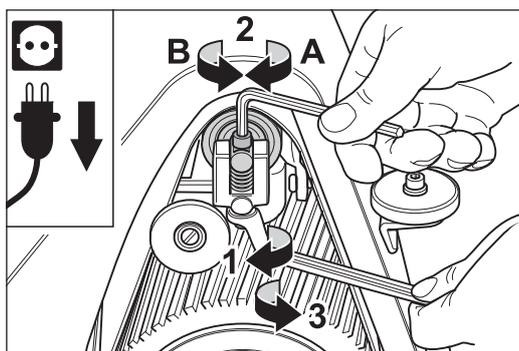

Fig. 33 Ajuste de la marcha de la cinta con el tornillo de ajuste del grupo (véase texto principal).
- 5 Sin embargo, si es necesario regularla de nuevo, aflojar la contratuerca del grupo y ajustar el tornillo Allen (Fig. 33).